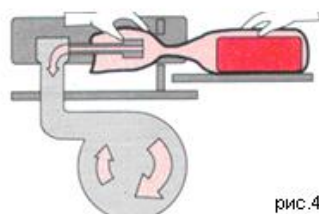

рис. 4
- Пакет с продукцией укладывается на специальный поддон машины, и открытая часть пакета надевается на сопло (Рис. 4)